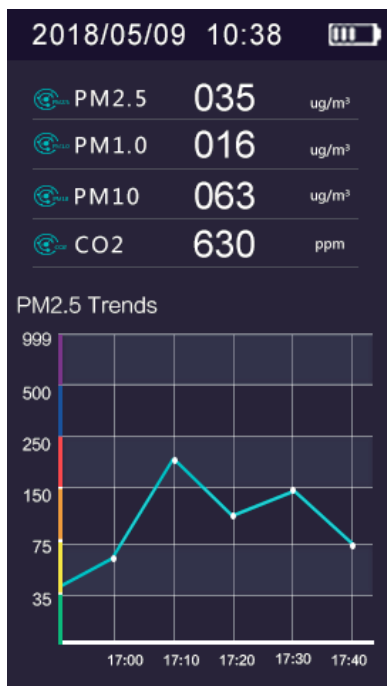

Imagen 3
5. Histórico (Imagen 3 , imagen 5)